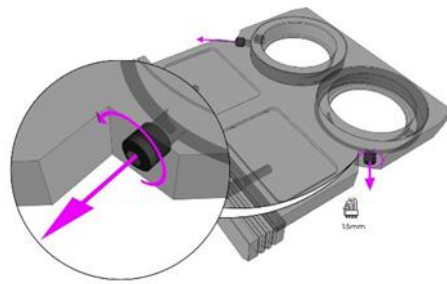

Abbildung 22
2. Lösen Sie die beiden Filter-Halteschrauben am Erregungsfilterhalter mit einem 1,5-mm-Inbusschlüssel (Abbildung 22 ). Die Halteschrauben sollten nicht entfernt werden.